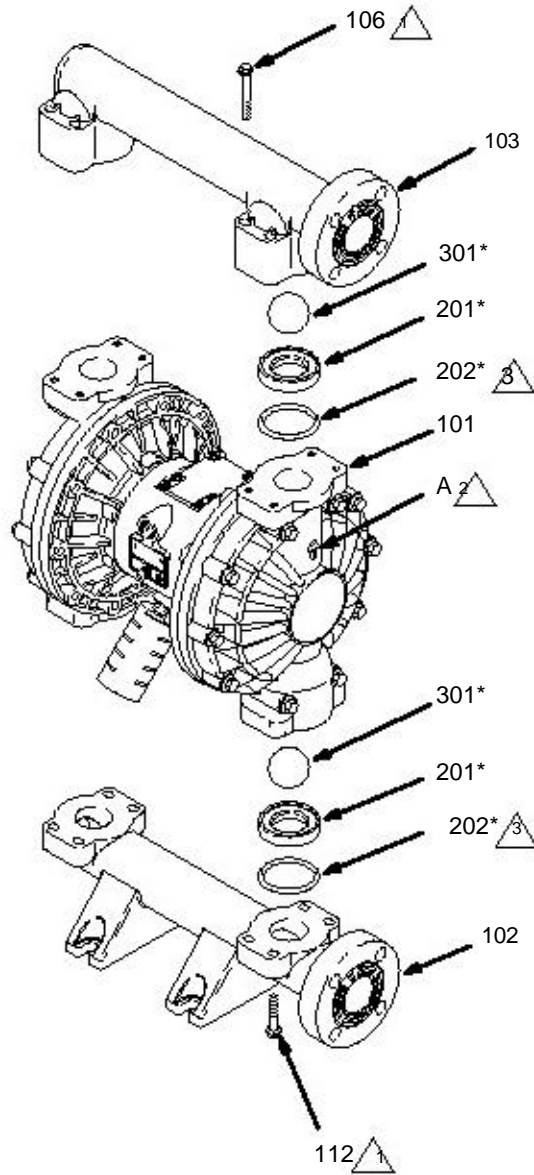

Fig. 11
3. 使用 10 mm 套筒扳手, 拆下出口处 (103与流体盖 (106) 之间的8颗螺栓 (106)). 见图11.
4. 拆下阀座 (201), 阀球 (301), 和O型圈 (202).
2. 按照图11以倒序重新组装. 检查并确定阀球是否完全组装好, 如图所示. 流体盖(101)的尖头 (A) 必须对准歧管(103)出口.
-  尖头 (A) 必须对准歧管 (103)出口.